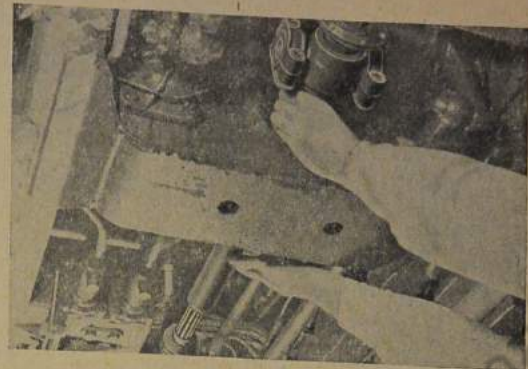

Bild 768: Vordere Längsgelenkwelle abnehmen
4. Längsgelenkwelle mit Zwischenlager aus dem Keilnabenprofil herausziehen und durch den mittleren Querträger heraus abnehmen. (Bild 768).